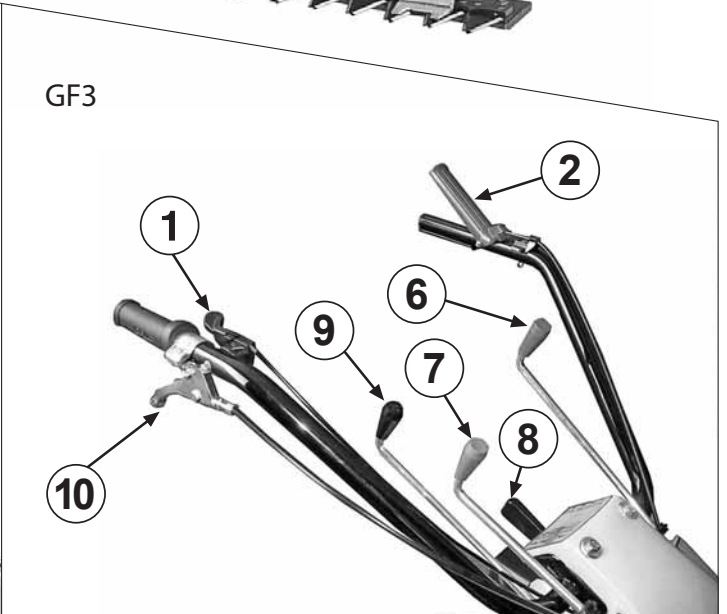

Fig. 3
- 3) Alegeti pozitia ghidonului conform instructiunilor din fig. 1 (motocoasa), actionind cele doua manete (fig. 3 nr. 8 si 10).
- 8) Montati manetele de comanda (fig. 3 nr. 6, 7 si 9).
Deschideti robinetul de combustibil, impingeti socul pina la jumătate (fig. 3 nr. 1) si daca motorul este rece, impingeti socul in pozitia inchis. Porniti motorul, tragind cu putere de manerul starterului (fig. 2 nr. 3). Respectati instructiunile din manualul motorului.
Impingeti maneta de acceleratie pina la jumătate (fig. 3 nr. 1) si porniti motorul, tragind cu putere de manerul starterului (fig. 2 nr. 3). Respectati instructiunile din manualul motorului.
Aduceti maneta de viteze in pozitia dorita (fig. 3 nr. 6). Daca masina nu intra imediat in viteza actionati usor de citeva ori ambreiajul. Apasati incet maneta de ambreiaj pina cind masina porneste (fig. 3 nr. 2). Cind eliberati maneta de ambreiaj, masina se opreste.
Conectati priza de forta (fig. 3 nr. 9). Mariti treptat viteza si apasati ambreiajul pentru inceperea lucrului.
La terminarea lucrului aduceti maneta de viteze in pozitie neutra (fig. 3 nr. 6). Pentru a opri motorul actionati dispozitivul de oprire motor (la modelul pe benzina: fig. 9 nr.10), apoi inchideti robinetul de combustibil. Respectati instructiunile din manualul motorului.